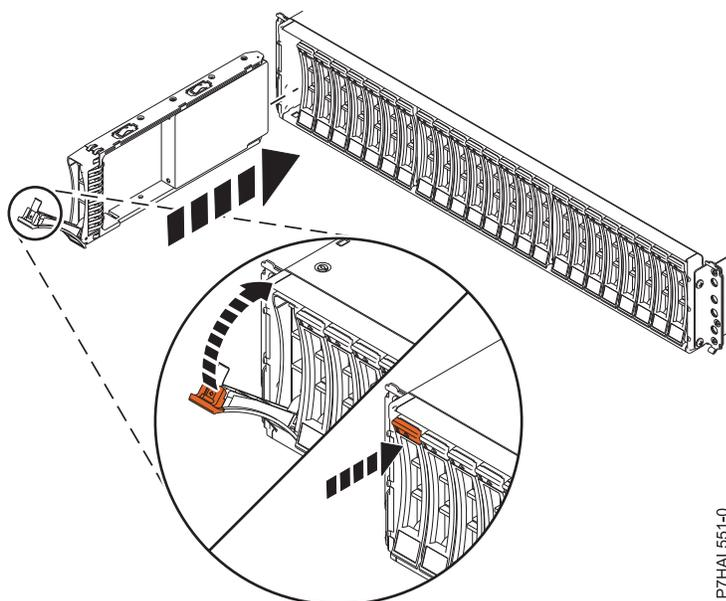

Figura 19. Instalación o sustitución de la unidad de disco en el alojamiento de unidad de disco
3. Con el asa en la posición de desbloqueo, como se muestra en la Figura 19 en la página 19, sostenga la unidad por la parte inferior mientras la alinea con los rieles de guía del alojamiento.
7. Bloquee la unidad girando el asa de la bahía (A) en la dirección que se muestra en la Figura 19.